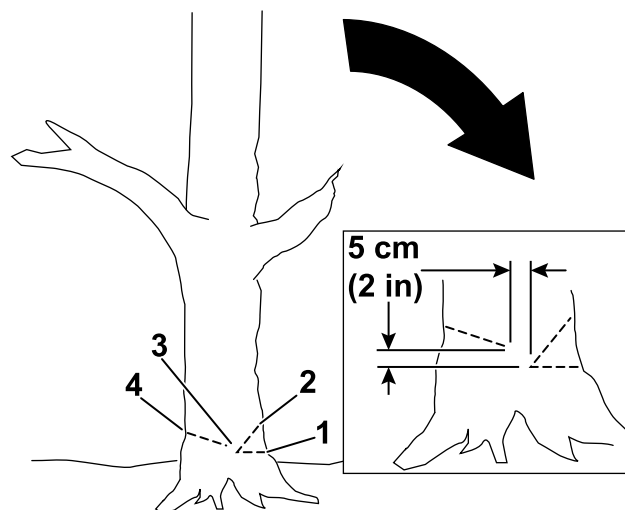

Figura 18
- Haga el primer corte de un tercio del diámetro del árbol en el lado hacia donde desea que caiga el árbol (Figura 18).
- Haga un segundo corte para formar una cuña, empezando el corte al menos 5 cm (2") por encima del primer corte (Figura 18).
- Haga el corte de tala desde el lado opuesto a la cuña y unos 5 cm (2") por encima de la parte inferior de la cuña, como se muestra en la Figura 18.
Importante: Detenga el tercer corte a 2.5 cm – 5 cm (1" a 2") de la cuña para formar una bisagra entre los cortes (Figura 18), que evitará que el árbol caiga en la dirección incorrecta o que gire al caer.
Nota: A medida que el corte de tala se acerque a la bisagra (Figura 18), el árbol debe empezar a caer.